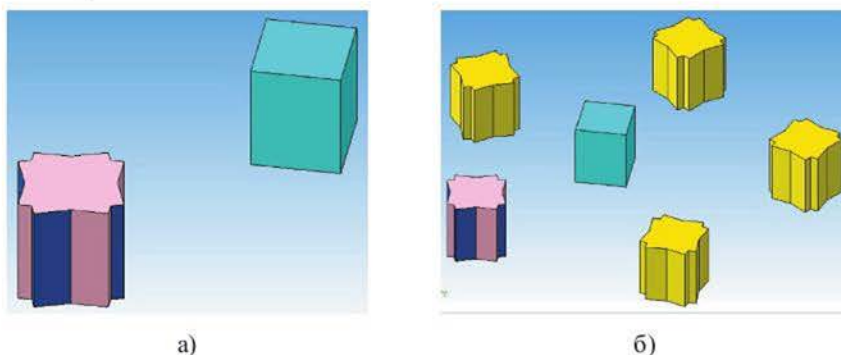

Рисунок 11.6 Изменение формы 3D-модели (а);
б) Применение команды *Зеркальный массив*  на панели инструментов *Массивы*  относительно плоскости ZY изменяет форму исходного куба (рисунок 11.6 а). В свою очередь, применение к новому объекту операции *Массив по концентрической сетке*  изменит его пространственное положение (рисунок 11.6 б).
3. При выполнении операции *Массив по концентрической сетке*  (рисунок 11.6 б) что было принято в качестве *Оси массива*?